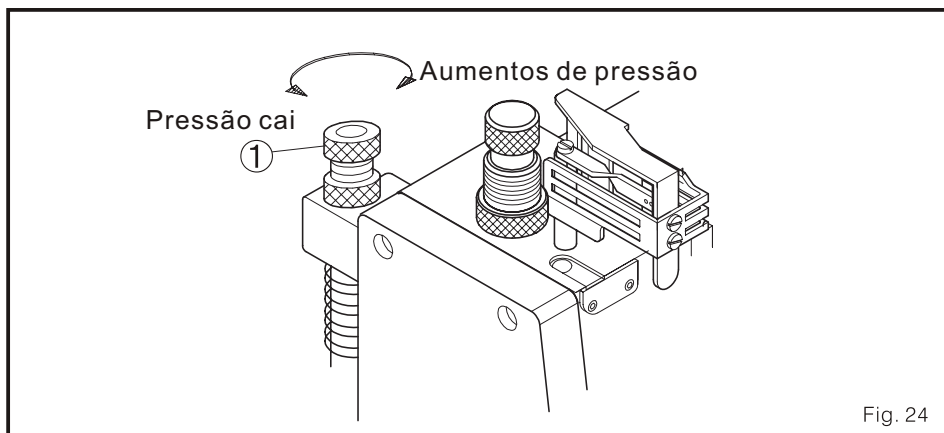

Fig. 24
- (2) Solte um pouco o parafuso 5. e ajuste a barra conector 6 fazer que a distância do parafuso 7 ao fundo do buraco circular da barra conector 6 seja de 0.5 mm, Depois ajuste fortemente o parafuso 5.
3. Ajuste a pressão do rolo superior. Enquanto gire o parafuso ajustável de pressão 1 ao lado das agulhas do relógio, a pressão aumentara, se move isto ao lado contrário a pressão cairá. (Fig. 24)